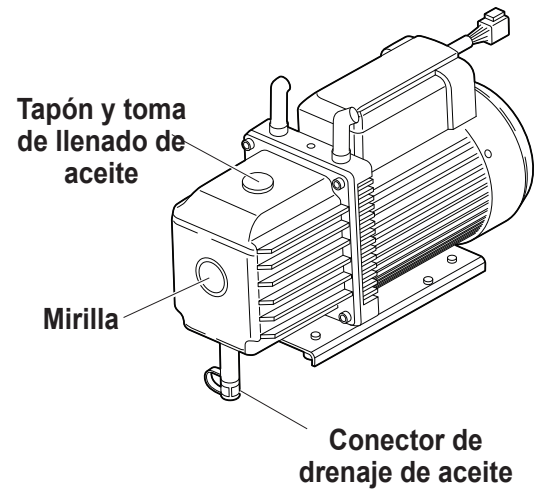

Figura 12
4. Abra lentamente el tapón de llenado de aceite para verificar que no haya presión en la máquina. A continuación, retire el tapón con cuidado. Consulte la Figura 12.